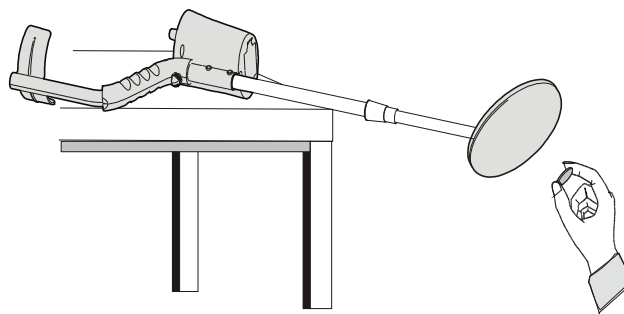

Figura.9
- Coloque el detector sobre una mesa de plástico o madera. Deje que la bobina de búsqueda supere el borde de la mesa más de 15 cm. (Figura.9)